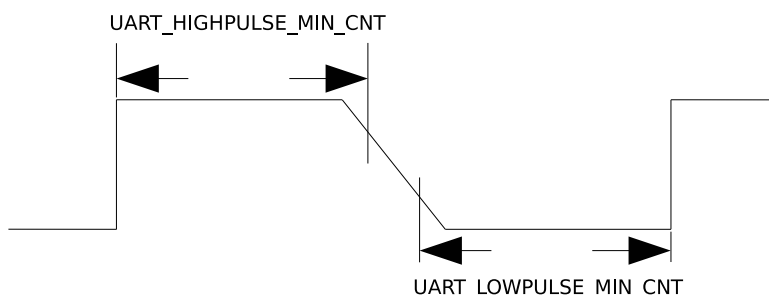

图 19-5. UART 信号下降沿较差时序图
2. 对于 UART 信号的下降沿信号比较差的情况，如图19-5所示，这时通过取 UART\_LOWPULSE\_MIN\_CNT 与 UART\_HIGHPULSE\_MIN\_CNT 的和平均得到的值不准确，可以通过 UART\_POSEDGE\_MIN\_CNT 获取发送方波特率。计算公式如下：